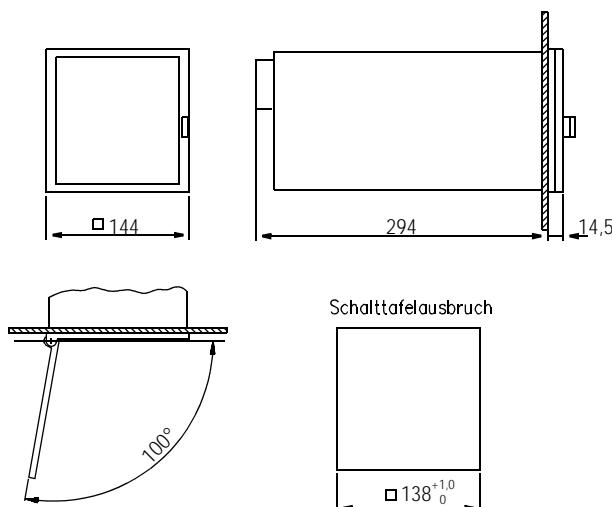
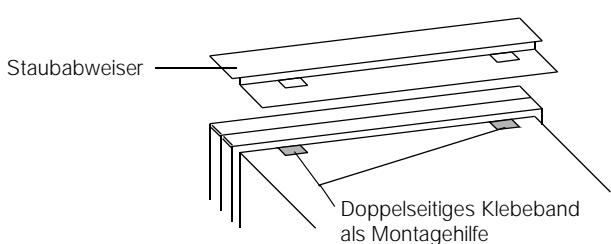

Bild 2 Maßbild LINAX 4000H (Maße in mm)
Bild 3 Montage des Staubabweisers
(siehe Bild 2 und Bild 3)
1. Doppelseitiges Klebeband auf Gehäuseoberseite aufkleben (siehe Bild 3).